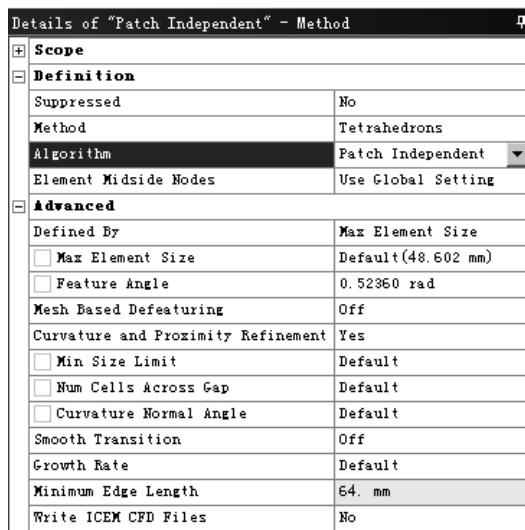

图 5.1.3 “Details of ‘Patch Independent’ -Method”对话框
(1) 协调分片算法 (Path Conforming) 该方法基于 TGrid 算法，先生成面网格，然后生成体网格。
- ◆ 选用协调分片算法的方法：在图 5.1.3 所示的“Details of ‘Patch Independent’ -Method”对话框中 **Definition** 区域的 **Method** 下拉列表中选择 **Tetrahedrons** 选项，在 **Algorithm** 下拉列表中选择 **Patch Independent** 选项。